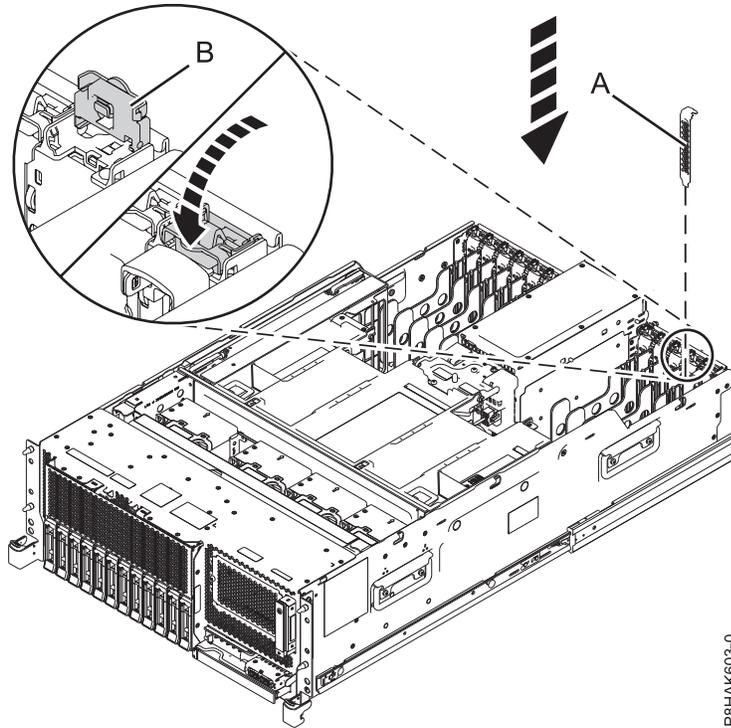
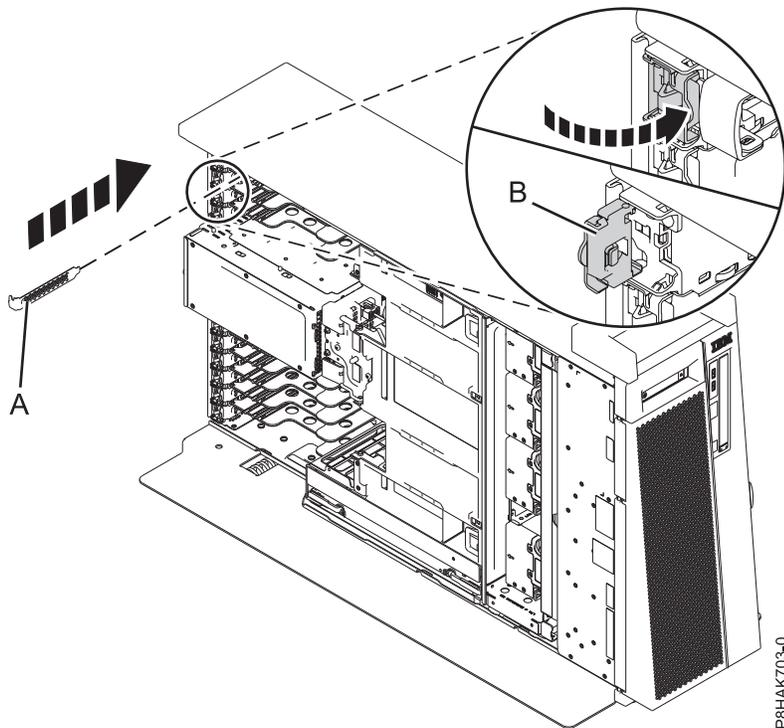

Figura 62. Instalación de un relleno en una ranura de adaptador PCIe en un sistema montado en bastidor
Figura 63. Instalación de un relleno en una ranura adaptador PCIe en un sistema 8286-41A autónomo
- a. Sujete con cuidado el relleno de contrapunta y alinéelo con la ranura y con el conector de la placa del sistema, como se muestra en la Figura 62 y la Figura 63 en la página 72.